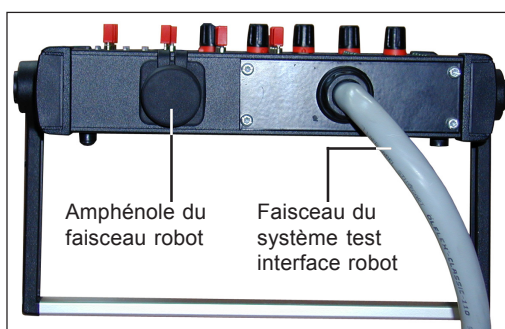

Fig.3 Système test interface robot, vue arrière
- Brancher le connecteur Molex du faisceau du système test interface robot (fig. 3) sur l'interface robot ROB 4000 / 5000
- sur l'amphénole à 10 pôles du boîtier du système test interface robot (fig.3)